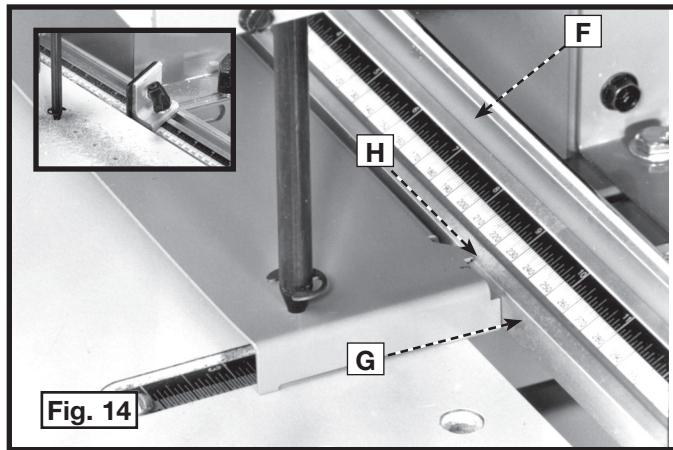

Fig. 14
6. Afloje los dos tornillos (E) Fig. 10 que fijan el guía (F) Fig. 14 a la máquina. Desplace el guía (F) hasta que la superficie delantera del guía haga contacto con el calibrador en el punto (G) de cada extremo del calibrador. Desplace el guía hacia la izquierda o derecha hasta que el tope derecho del guía (fijado en el **PASO 1** - ver recuadro - Fig. 14) haga contacto con el calibrador en el punto (H) Fig. 14. Ajuste los accesorios de montaje del guía.